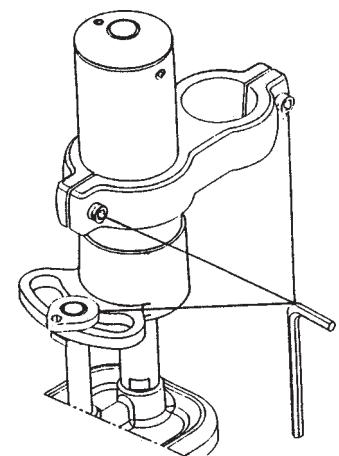

Abb. 4
6. Die 3 Punkte mit dem beigefügten 5mm-Steckschlüssel fest anziehen, wie in Abb. 4 gezeigt.